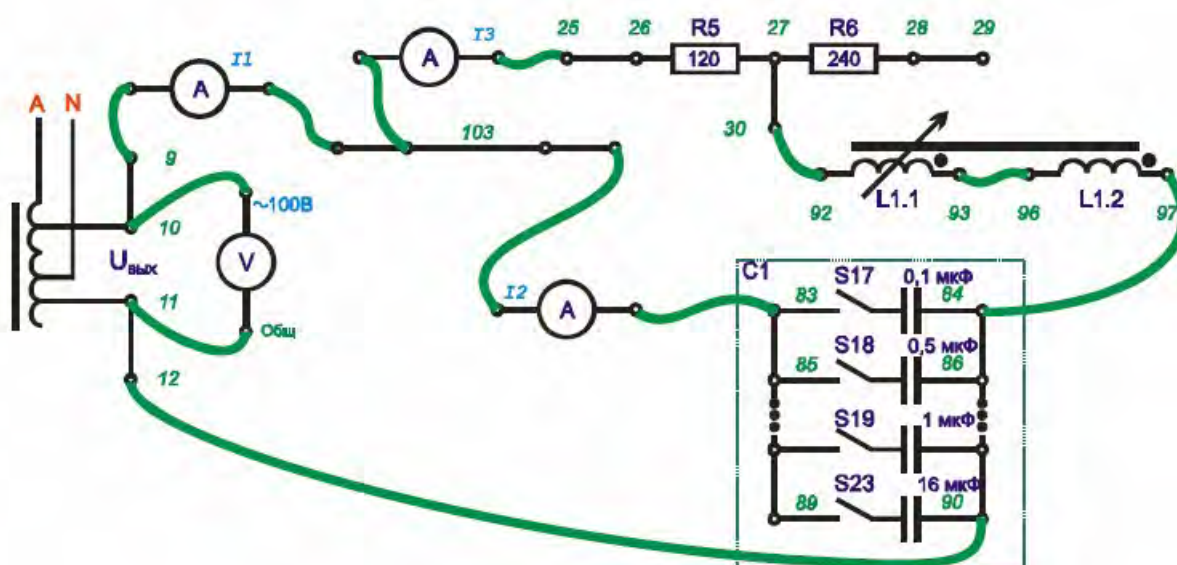

Рисунок 7
2. Собрать и изучить схему электрической цепи (рис. 7.). Проверить начальное положение органов управления: все тумблеры отключены, переключатели ЛАТРа установлены в положение, соответствующее $U_{\text{вых}} = 0\text{В}$, а тумблер переключения диапазона регулирования напряжения ЛАТРа – в «нижнее» положение «0 --- 100В».